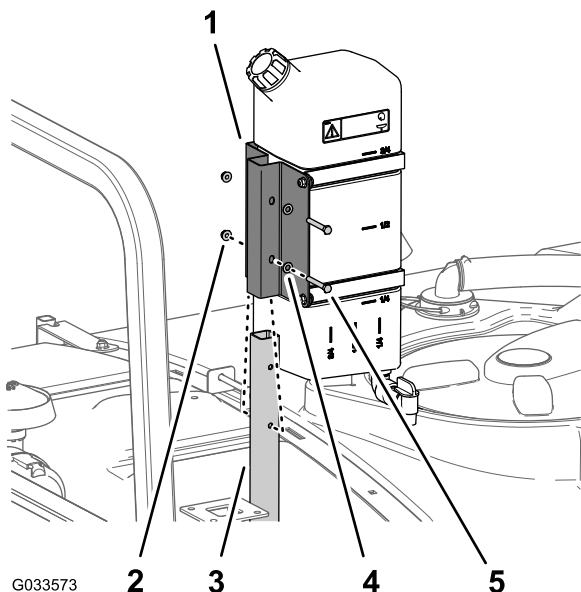

Figure 47
1. Fixez le réservoir d'eau douce et son support sur le tube de support à l'aide des 2 boulons (5/16" x 2¼") et des 2 contre-écrous à embase (5/16"), comme montré à la Figure 47.